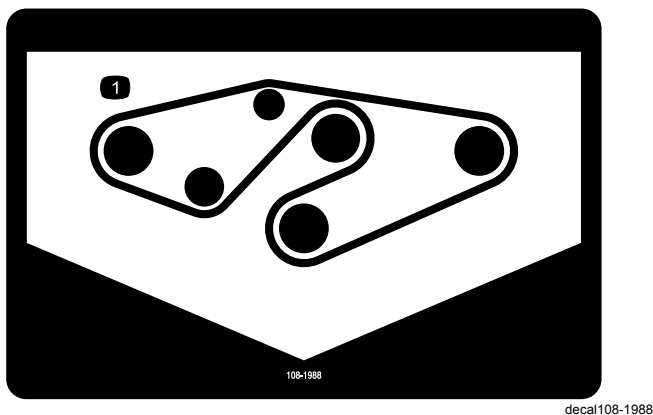

Bild 36
4. Verlegen Sie den neuen Riemen um die Spindelscheiben und die Spannscheiben, siehe Bild 36.